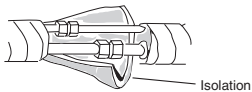

Fig. 3-62
- (3) Plier soigneusement la tuyauterie, si besoin pour l'acheminer le long du mur vers l'unité extérieure et utiliser du ruban adhésif jusqu'au raccordement. Le tuyau de vidange doit être descendre le long du mur jusqu'au point où l'eau ne tachera pas le mur.
- (4) Connecter la tuyauterie de réfrigérant à l'unité extérieure. (Après avoir effectué un test de fuite sur la pièce de connexion, l'isoler avec l'isolation de la tuyauterie. (Fig. 3-62)
- (5) Assembler la tuyauterie de réfrigérant, le tuyau de vidange et le câblage entre unités tel qu'indiqué sur la Fig. 3-62.